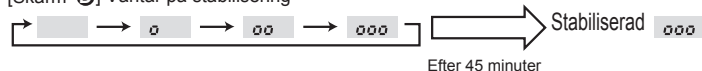

Fig. 8-3
- ③ Bekräfta inställningen genom att trycka på **FILTER** (←)-knappen. (Fig. 8-3)